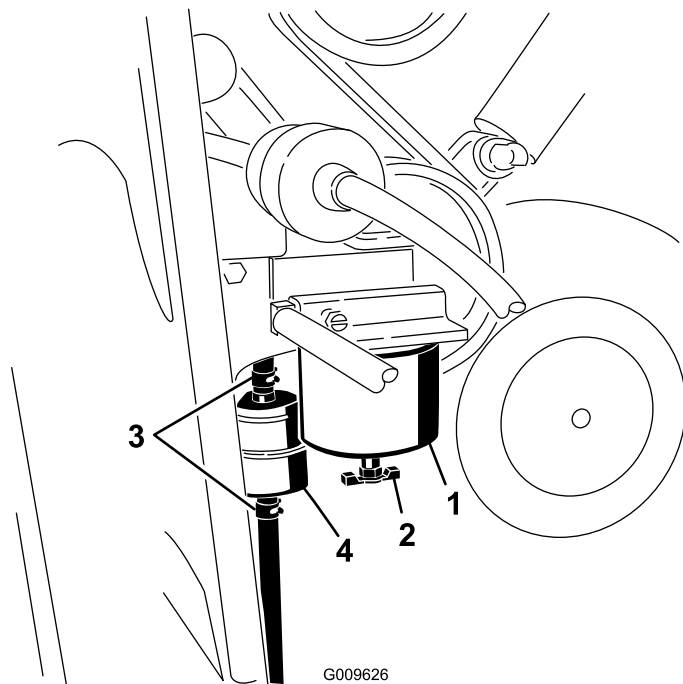

図 35
3. エンジン右側にある燃料フィルタ 図 35 を探し出し、その下に汚れていない容器をおく。
4. エンジン右側にある燃料フィルタ 図 35 を探し出し、その下に汚れていない容器をおく。
5. フィルタ容器 (図 35) の周辺をウェスできれいにぬぐう。
6. フィルタ容器を外して取り付け部をきれいに拭く 図 35。
9. ガスケットが取り付け部に当るまで手でフィルタをねじ込み、そこからさらに $\frac{1}{2}$ 回転締め付ける 図 35。